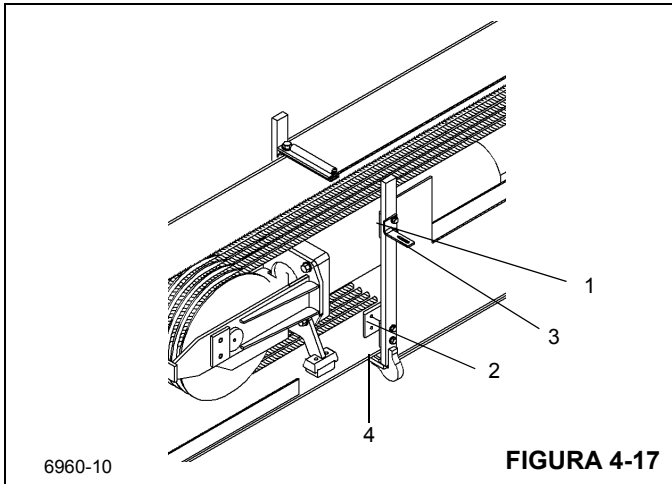

FIGURA 4-17
9. Saque los pernos que fijan cada almohadilla de desgaste lateral superior (1) e inferior (2) (Figura 4-17) a la parte delantera de la sección central exterior. Retire las almohadillas de desgaste, los suplementos y la escuadra de montaje (3) (parte superior del lado izquierdo solamente).
10. Levante la parte delantera del conjunto de la sección de extremo y quite las almohadillas de desgaste (4) (Figura 4-17) de las cavidades en el fondo de la sección central exterior.